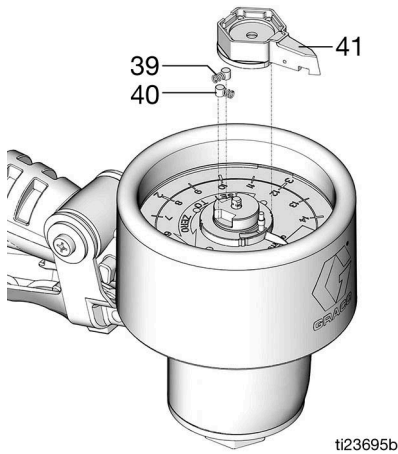

FIG. 24
5. Installare il puntatore ad ago (41), le molle (39) e i perni (40) (FIG. 24).